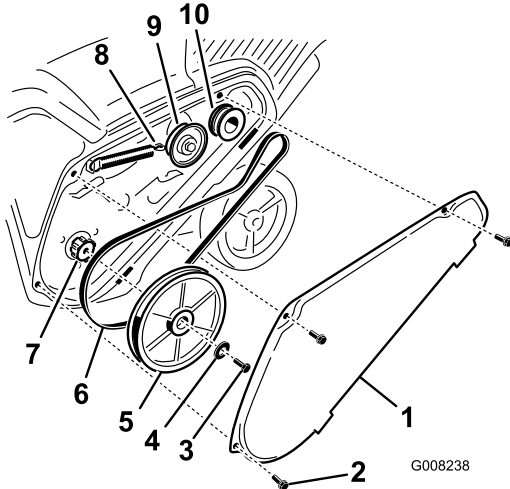

Figure 37
1. Enlevez le couvercle de la courroie d'entraînement après avoir retiré les 3 boulons comme illustré (Figure 37).
Remarque: Acheminez la courroie neuve autour de la poulie du moteur, puis de la poulie de tension, et enfin autour de la poulie de rotor desserrée, située juste au-dessus de l'arbre de rotor (Figure 37).
6. Montez la poulie de rotor sur l'arbre de rotor (Figure 37).
7. Montez la rondelle bombée et le boulon de fixation de la poulie de rotor, et serrez-les solidement (Figure 37).
2. Décrochez le ressort de frein du bras de la poulie de tension pour détendre la courroie (Figure 37).
3. Enlevez la vis et la rondelle bombée qui retiennent la poulie de rotor (Figure 37).
4. Retirez la poulie de rotor et la courroie d'entraînement (Figure 37).